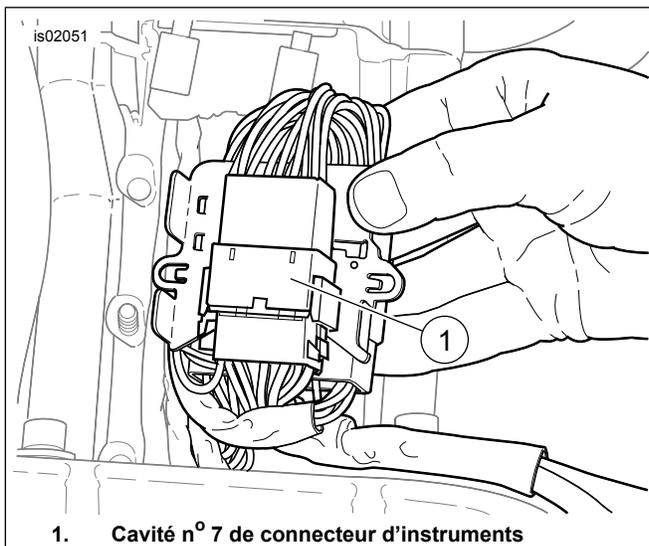
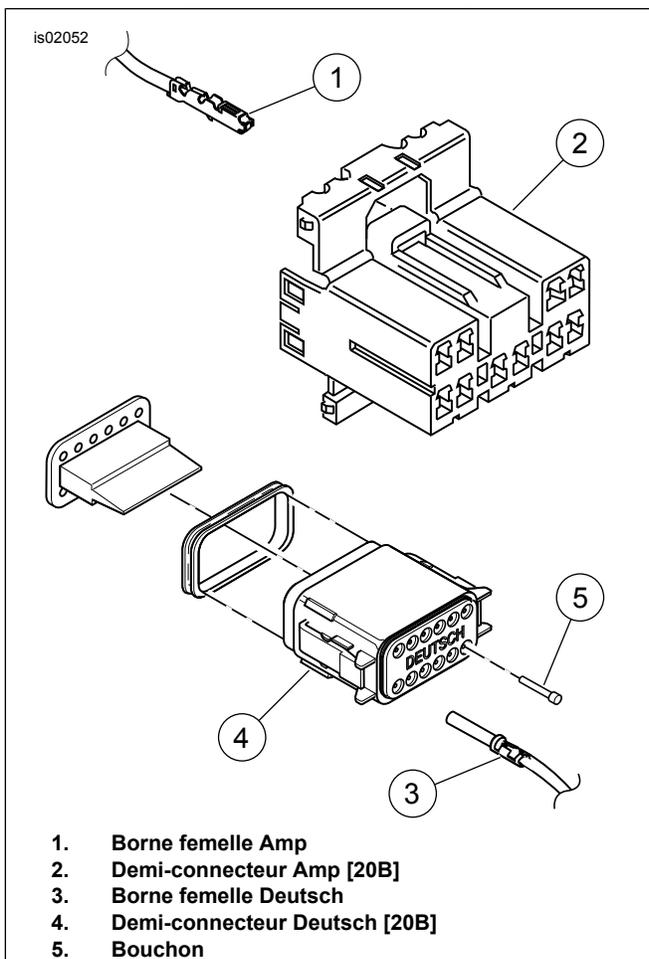

Figure 6. Connecteur des lampes d'instruments [20]
Figure 7. Connecteur d'instruments/lampes XL [20B]
1. Utiliser les schémas de câblage et le Manuel d'entretien pour identifier la source de signal de compte-tours pour l'année et le modèle. **Pour les modèles Softail de 1984 à 1999 et FXDWG de 1996 à 1998** : La source pour le signal est la borne primaire de bobine avec le fil rose ou bleu attaché. **Pour les modèles Softail de 2000 à 2003 et FXDWG de 1999 et plus récents** : Fil rose rentré à l'intérieur ou terminé et attaché au conduit au niveau du connecteur de l'indicateur de vitesse [39B] monté dans la console de réservoir de carburant. **Pour les modèles Softail et FXDWG de 2004 et plus récents** : Voir la Figure 5. La cavité n° 3 dans le connecteur [39B] à l'arrière de l'indicateur de vitesse. La borne femelle sur le conducteur (rose [PK]) de signal s'installe dans la cavité n° 3. **Pour les modèles FLHR de 1994 à 1998** : La source pour le signal est le connecteur de faisceau d'allumage [8] sous le couvercle de droite. **Pour les modèles FLHR de 1999 à 2001** : La source pour le signal est près du connecteur de l'indicateur de vitesse [39B], rentrée sous le conduit ou terminée avec un seul connecteur et attachée à l'extérieur du conduit. **Pour les modèles FLHR de 2002 et 2003** : Identifier le conducteur rose (PK) sous la nacelle de phare. **Pour les modèles FLHR de 2004** : La source pour le signal est à la cavité n° 3 du connecteur de l'indicateur de vitesse [39B]. La borne femelle sur le conducteur (rose [PK]) de signal de faisceau mini de compte-tours s'installe dans la cavité n° 3. Se reporter au Manuel d'entretien électrique pour l'introduction de la borne. **Pour les modèles XL de 1996 à 2003** : Voir la Figure 6. La source de signal est la cavité n° 7 du connecteur des lampes d'instrument. Le connecteur est situé sous le réservoir de carburant ou dans le couvercle de colonne montante de guidon sur le modèle XL Customs.
- h. Séparer le conducteur (rose [PK]) de la cavité n° 3 du connecteur et couper à 2,5 cm (1 po) du connecteur. Le conducteur mini de compte-tours sera épissé 2/1 au conducteur rose (PK). Consulter la section **Épisser le ou les conducteurs d'alimentation/de signal**.
- j. Séparer le conducteur (rose [PK]) de la cavité n° 3 du connecteur et couper tout connecteur. Le conducteur mini de compte-tours sera épissé 2/1 au conducteur rose (PK) du connecteur. Consulter la section **Épisser le ou les conducteurs d'alimentation/de signal**.
- m. Voir la Figure 7. Suivre les instructions du Manuel d'entretien pour la marque du connecteur présent [20].
- n. Sélectionner l'adaptateur à deux extrémités (n° de pièce 70231-04) du kit. Identifier la borne femelle de l'adaptateur qui correspond à la marque Amp (1) ou Deutsch (3) du connecteur et couper le connecteur de l'extrémité opposée de l'adaptateur.